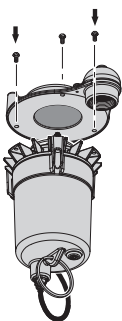

Figura 8
3. Quite los tres tornillos que tiene el motor en la base y levante el motor de la base (Figura 8).